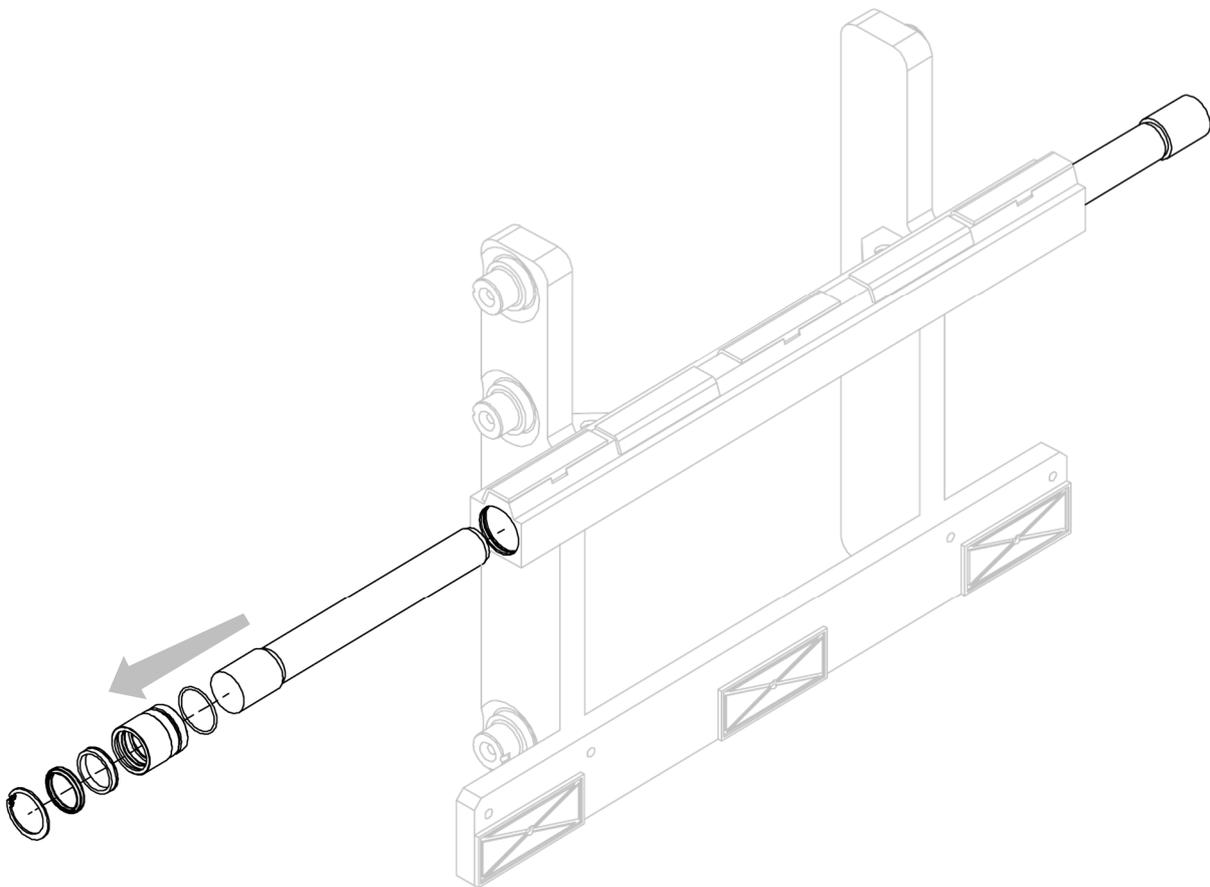

Abbildung 33
7. Beachten Sie dazu *Abbildung 33*.